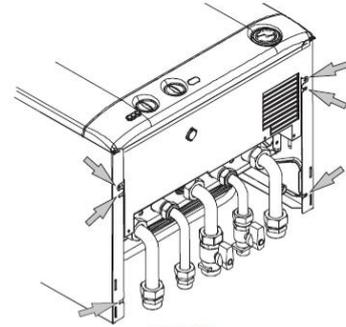

Figure 4.9
- Dévissez les vis indiquées à la Figure 4.9.